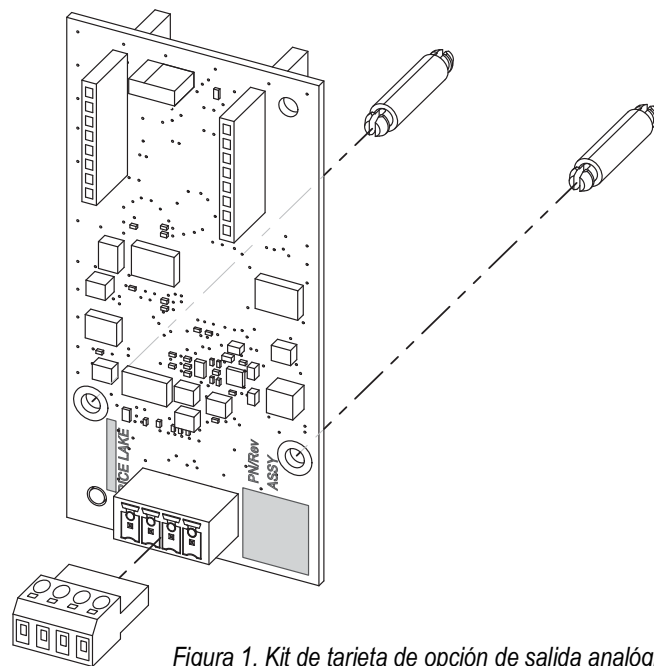

Figura 1. Kit de tarjeta de opción de salida analógica
3. Conecte los dos separadores a la placa de tarjeta de opción como se ilustra en la Figura 1, en la anterior página.